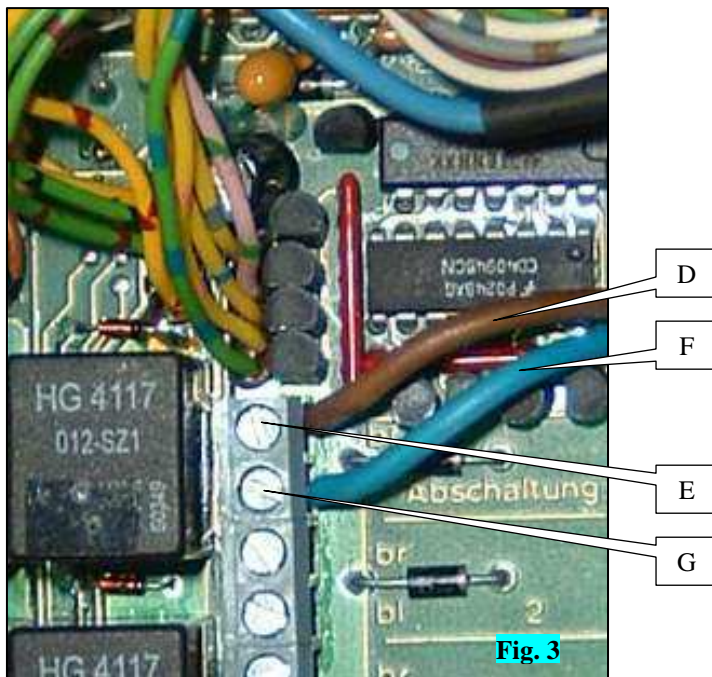

Fig. 3
- Brancher le fil **marron** D sur la borne '**br**' de la coupure n°1 E (fig. 3)
- Brancher le fil **bleu** F sur la borne '**bl**' de la coupure n°1 G (fig. 3)
- Connect **brown** wire D to the '**br**' terminal of cutter n°1 E (fig. 3)
- Connect **blue** wire F to the '**bl**' terminal of cutter n°1 G (fig. 3)
-Verbinden Sie den **braunen** Draht D mit dem **,br'**-Pol der Reihenabschaltung Nr. 1 E (Abb. 3)
-Verbinden Sie den **blauen** Draht F mit dem **,bl'**-Pol der Reihenabschaltung Nr. 1 G (Abb. 3)
- Sluit de **bruine** draad D aan op de eindpool **'br'** van de onderbreker n°1 E (fig. 3)
- Sluit de **blauwe** draad F aan op de eindpool **'bl'** van de onderbreker n°1 G (fig. 3)
- Conectar el hilo **marrón** D con el borne **'br'** del corte n° 1 E (fig. 3).
- Conectar el hilo **azul** F con el borne **'bl'** del corte n° 1 G (fig. 3).
-Attaccare il filo **marrone** D all'estremità **'br'** del taglio n°1 E (fig. 3)
-Attaccare il filo **blu** F all'estremità **'bl'** del taglio n°1 G (fig. 3)